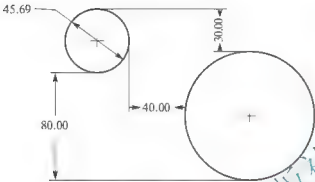

图 2.47 标注圆弧与圆弧距离
(4) 圆弧与圆弧距离：单击两圆弧，然后在需要放置尺寸的位置单击鼠标中键，就可以标出尺寸。根据单击鼠标中键的位置不同，系统决定用竖直尺寸还是用水平尺寸来标注圆弧之间的距离，如图 2.47 所示。